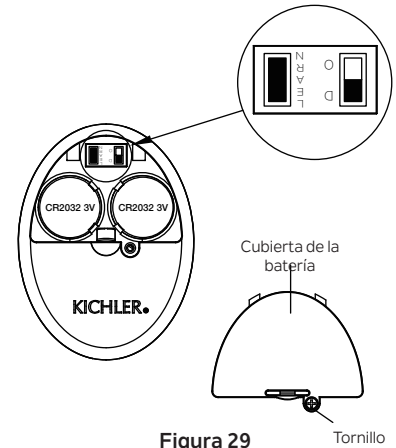

Figura 29
De lo contrario, el control remoto no funcionará. Para realizar este proceso manualmente, siga los pasos a continuación: Después de instalar y cablear la unidad, restaure la energía a su ventilador, presione y mantenga presionada la tecla LEARN (Aprender) durante 1-3 segundos, el ventilador se encenderá a velocidad media y la luz (si está instalada) se encenderá. Esto confirma que se ha completado el proceso de aprendizaje. Esta operación debe completarse dentro de los 30 segundos después de restaurar la energía al ventilador. (Figura 29)
**NOTA:** Asegúrese de que el interruptor deslizante en el compartimiento de la batería marcado “D O” esté en la posición “D”. (Figura 29)
**Paso 4.** Vuelva a colocar la cubierta de la batería y apriete con un destornillador. (Figura 29)